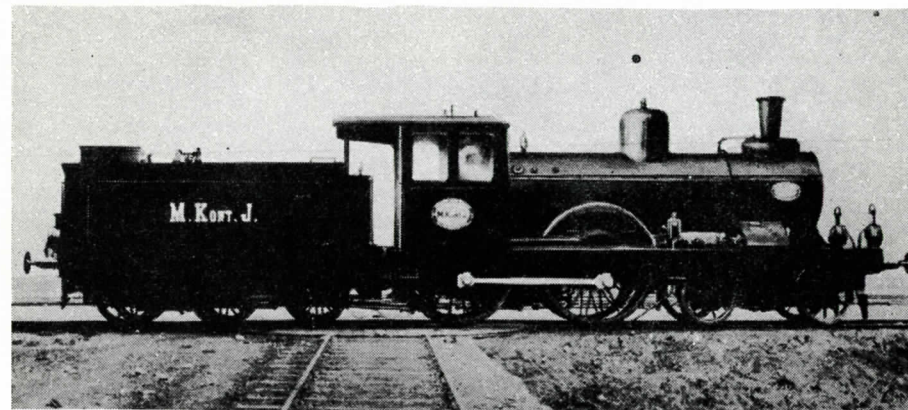

Fig. 1 "Glada Änkan" (foto: SJ)
Banen anskaffede fra Nydqvist & Holm i Trollhättan ialt fire damplokomotiver; heraf var de tre, nr. 2-4, 2-B-0,T2-maskiner for person- og godstog, medens det fjerde, nr. 1, var et 2-B-0,T3-loko, beregnet for hurtigtog. Det var denne maskine, der fik navnet "den glade Enke" (fig.1), velsagtens fordi den, eller hun, skulle man vel sige, forblev et enkeltstykke. Det må have været en glæde at være lokofører på denne strækning, de 31 km kørtes med meget stor hastighed ved adskillige lejligheder - en enkelt gang præsteredes en køretid på 14 minutter, hvilket giver en middelhastighed på 132,9 km/t. Nydqvist & Holm havde allerede maskinen færdig i 1897, før banens åbning, for at kunne præsentere den på Stockholm-udstillingen dette år, og man havde sørget for at give "Glada Änkan" byggenummer 500. I 1909 overtog de svenske statsbaner (SJ) strækningen - forbindelse med indsættelsen af jernbanefærger Trelleborg-Sassnitz - og nr.1 blev til litra MKa nr. 1029. "Hun" endte sine dage i 1922 - "enkeltstykker" er jo ikke velsete i statsbaner - men man syntes, at en plads på Jernbanemuseet i Stockholm havde været et nok så fortjent "hvilsted" fremfor en ophugningsplads.